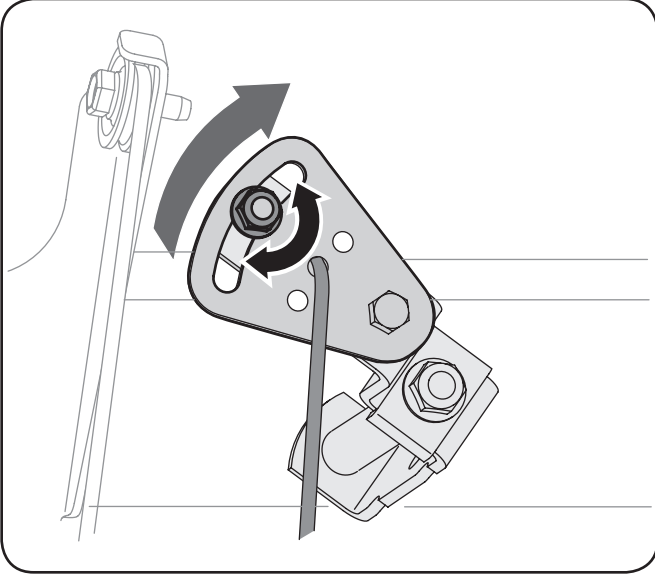

Figure 6-5
2. Desserrez l'écrou à six pans sur le support indexé du câble de changement de vitesses. Voir la Figure 6-5.